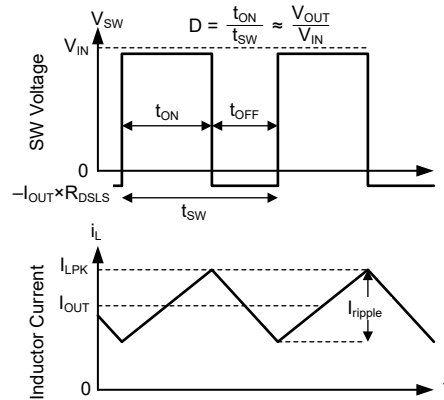

图 7-10. 连续导通模式 (CCM) 下的 SW 电压和电感器电流波形
有关 LM654xx-Q1 的以下运行说明，请参阅节 7.2 和图 7-10 中的波形。两者都以变化的占空比 (D) 打开内部高侧 (HS) 和低侧 (LS) NMOS 开关，从而提供稳定的输出电压。在 HS 开关导通期间，SW 端子电压 V_{SW} 摆动至大约 V_{IN} ，电感器电流 i_L 以线性斜率增加。HS 开关由控制逻辑关闭。在 HS 开关关闭时间 t_{OFF} ，LS 开关打开。电感器电流通过 LS 开关放电，这会强制 V_{SW} 通过 LS 开关两端的压降摆动到地电位以下。稳压器环路调节占空比以保持恒定的输出电压。D 由 HS 开关在开关周期内的导通时间定义： $D = T_{ON} / (T_{ON} + T_{OFF})$ 。